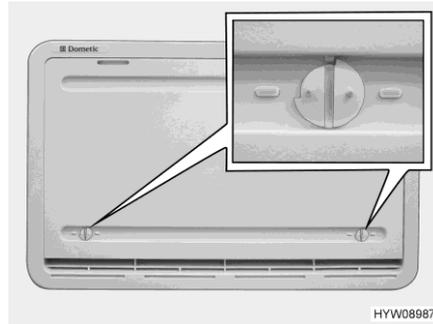

Bild 254 Winterabdeckung
Wenn der Kühlschrank bei niedrigen Außentemperaturen betrieben werden soll, empfiehlt der Hersteller die Verwendung einer Winterabdeckung (Bild 254) für die Kühlschrank-Lüftungsgitter.
- Beide Verriegelungen (Bild 254) öffnen (Nut steht waagrecht).